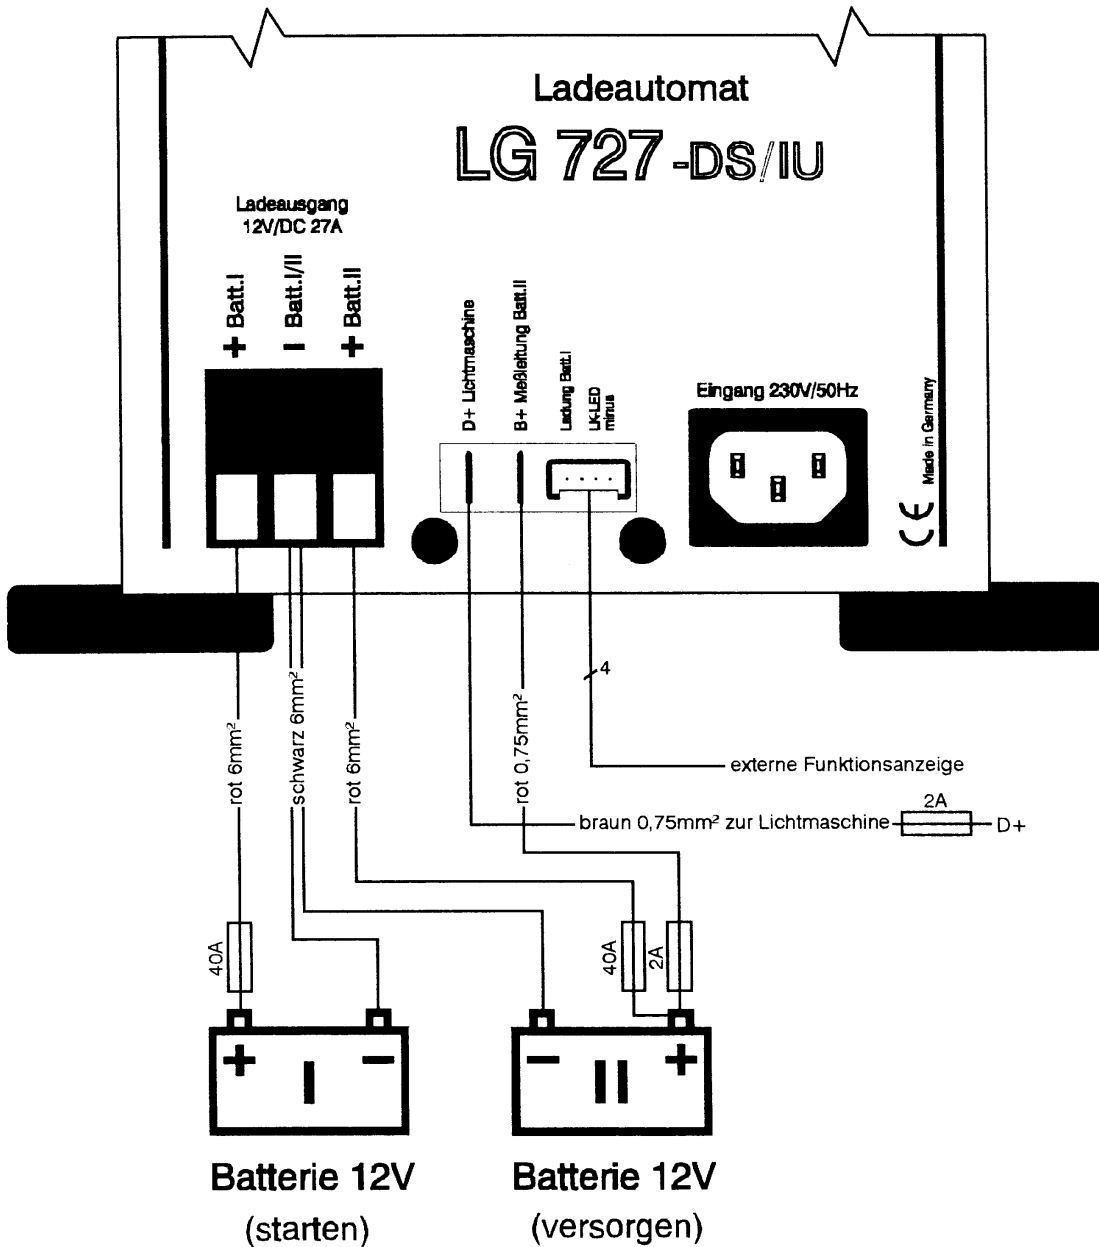

Bild 9: Anschlußplan
Schließen Sie das Gerät gemäß Anschlußplan (Bild 9) an die Versorgungsbatterie (Batterie II) an.
Schließen Sie das Gerät gemäß Anschlußplan (Bild 9) an die Starterbatterie (Batterie I) an.
3. Schritt            Schließen Sie das Gerät gemäß Anschlußplan (Bild 9) an die Lichtmaschine an.